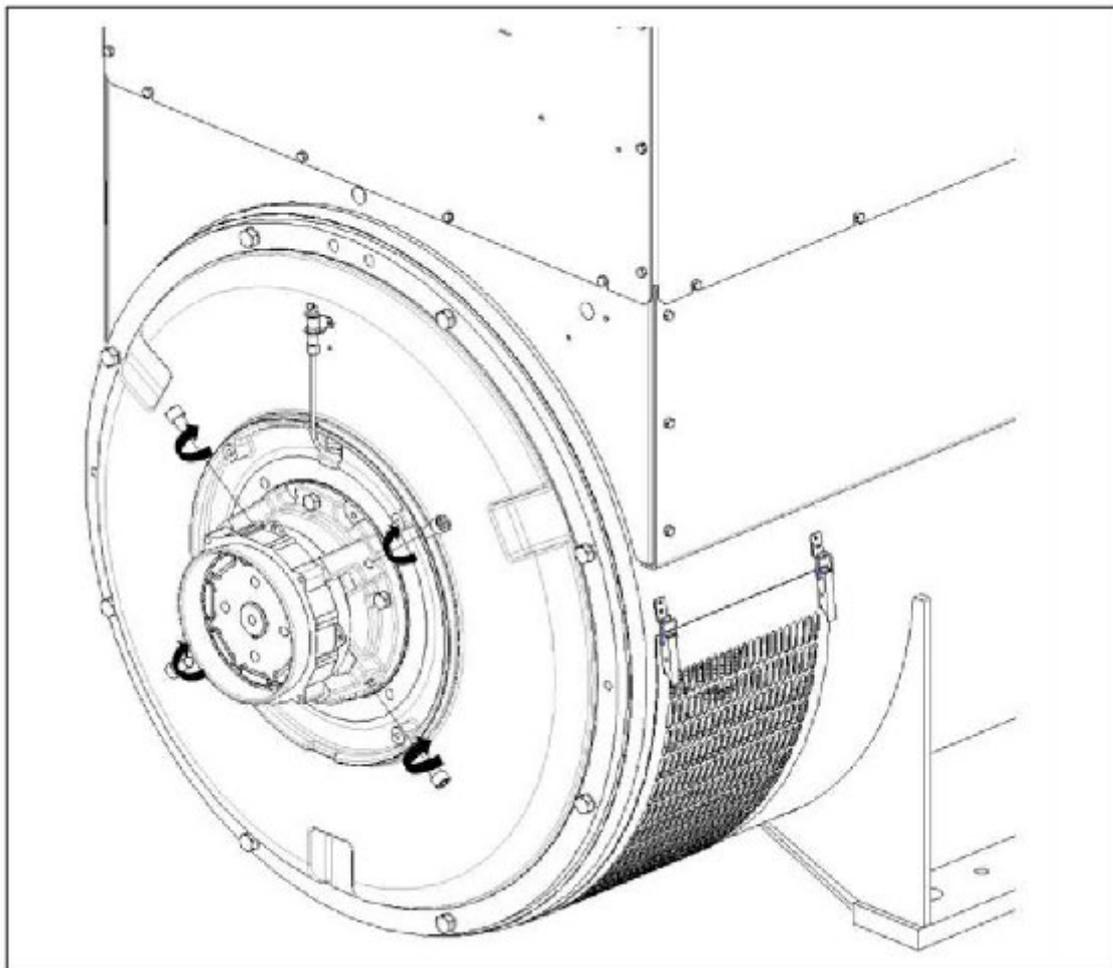

РИС. 19. ИНСТРУКЦИИ ПО СНЯТИЮ И УСТАНОВКЕ ВИНТОВ ОПОРЫ РОТОРА ДЛЯ ТРАНСПОРТИРОВКИ
4. Замените винты опоры для транспортировки на 4 прилагаемых винта с заглушками и затяните их с моментом 50 Нм. См.: Рис. 19 на стр. 35.
2. Найдите и выверните 4 винтовых заглушки на крышке подшипника со стороны неприводной части. См.: Рис. 19 на стр. 35.